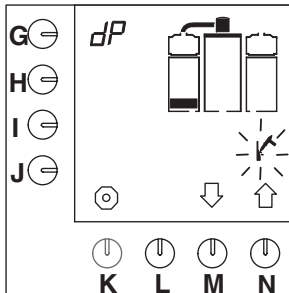

Abb. 20 Erstes Niveau des Entkalkungsprogramms für das Kaffeebrühsystem
- Der erste Niveaublock erscheint im Display und das Hammersymbol blinkt (Abb.20).